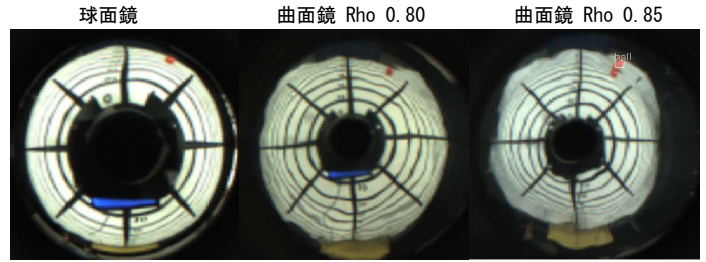

図5 全周囲カメラ画像
- ・曲面鏡は、画像に歪みはあるが40cm以内では滑らかであり、相対角度の測定には影響はない。また機体の映り込みが小さいため、計測範囲を有効に使うことが出来る。Rho値は大きい方が、機体の映り込みが小さい。(図5)